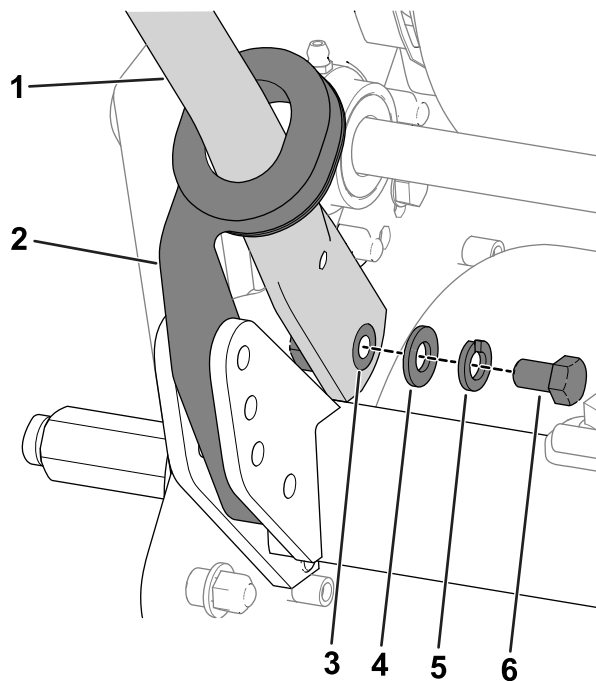

図 4
4. ハンドルの端を内側にたわめながら、取り付けピンに通す 図 4。
5. 先ほど外したボルト3/8"とワッシャとロックワッシャを使って、ハンドルの端部を取り付けピンに固定する 図 4。